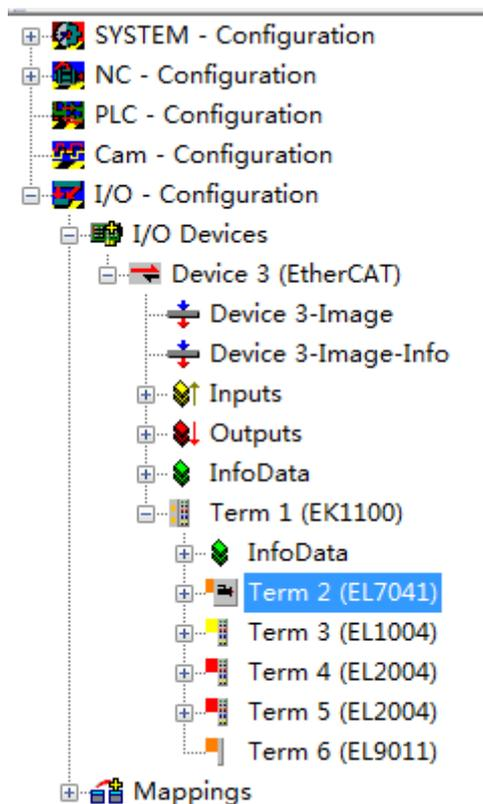

图 3-1
1、打开 system manager 软件；新建项目；从左边的配置管理器中找到 I/O-Configuration 下的 I/O Device，右击找到 Scan device 单击,将模块都扫描上来（如图 3-1）。